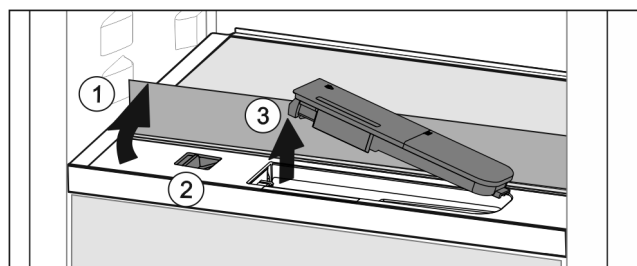

Fig. 43
- ▶ 抬起玻璃隔板，将其向后翻转至止挡 Fig. 43 (1)。
- ▶ 向左推滑块 Fig. 43 (2)。
- ▶ 取出水箱 Fig. 43 (3)。